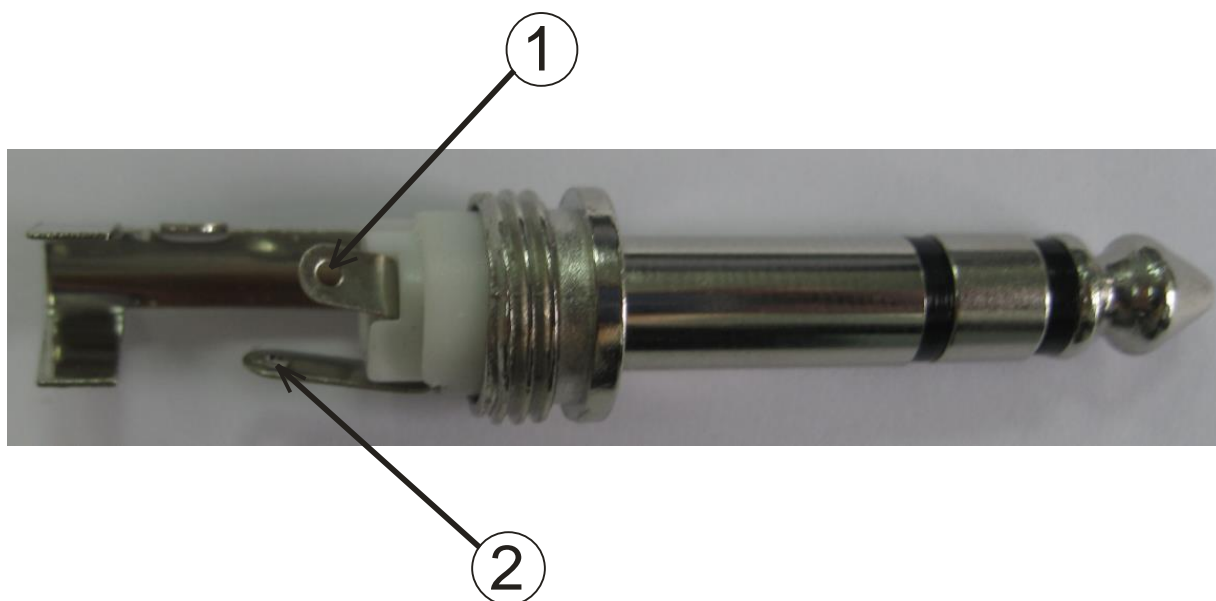

Рис.2 Клеммы для установки аудио штекера NP-205
6.1.2 Для подключения радиотрансляционной сети (30В) вагона к разъему X2, необходимо использовать аудио штекер NP-205 (СТ) 6.35мм SP103-1 (из комплекта поставки сервера-3.01). Провода паять к клеммам штекера 1 и 2 согласно рис.2.